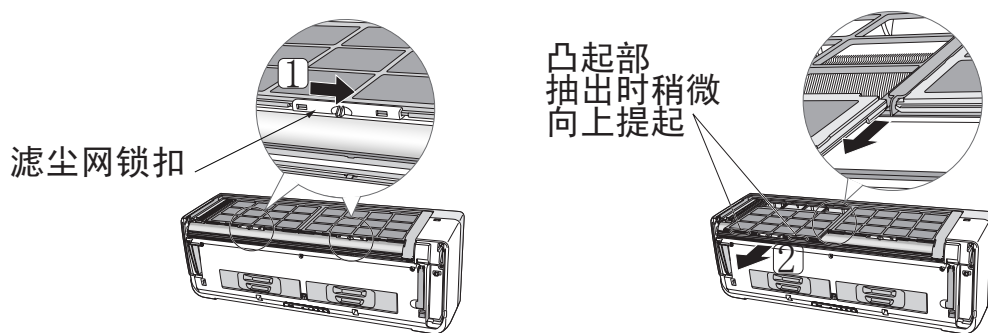

图12
- 向右滑动滤尘网锁扣，左右各一处，进行解锁。（如图12【1】）
- 拿住凸起部抽出滤尘网取下。（如图12【2】）